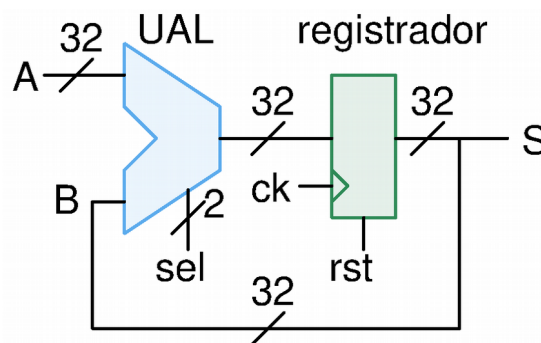

Figura 1: Diagrama de blocos do sistema especificado.
- Projetar um sistema UAL (Unidade aritmético lógica)-registrador de 32 bits como mostrado na Figura 1. As quatro operações que serão feitas pela UAL são: soma ($A+B$), subtração usando representação em complemento a 2 ($A-B$), deslocamento de B (1 bit para a esquerda) e deslocamento de B (1 bit para direita).